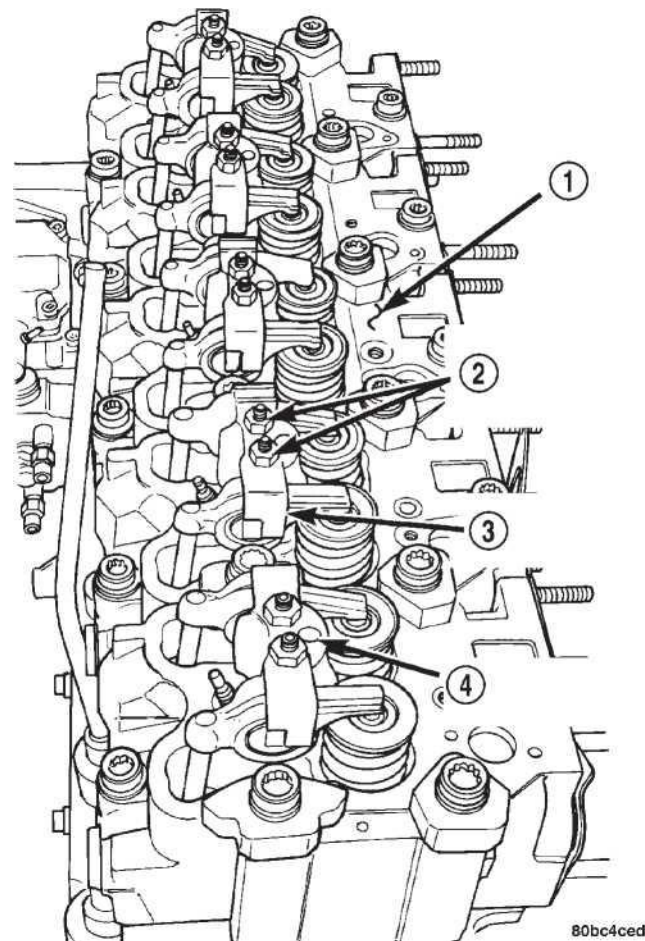

Рис. 70 RockerArmAssemblies
(17) Установите толкатели. (Рис. 70).
- Установите сборки коромысла в том же порядке как удаленные (Рис. 70).